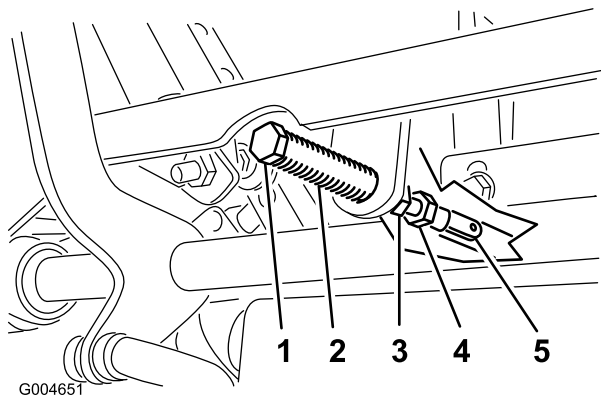

Figure 85
5. Tirez-le ensuite en arrière jusqu'à ce que l'axe de chape (situé sur un bras au-dessus de l'axe de pivot) touche l'extrémité de l'encoche (c.-à-d. commence juste à appuyer sur le ressort), comme montré à la Figure 85.
7. Si un réglage s'impose, desserrez l'écrou et l'écrou de blocage vissés contre la chape (Figure 85).
8. Appliquez une légère pression à l'arrière du levier, et tournez la tête du boulon de réglage dans le sens voulu pour centrer le levier à la position de VERROUILLAGE AU POINT MORT (Figure 85).
9. Serrez l'écrou et l'écrou de blocage (Figure 85).
10. Serrez les écrous de blocage contre les rotules (Figure 85).